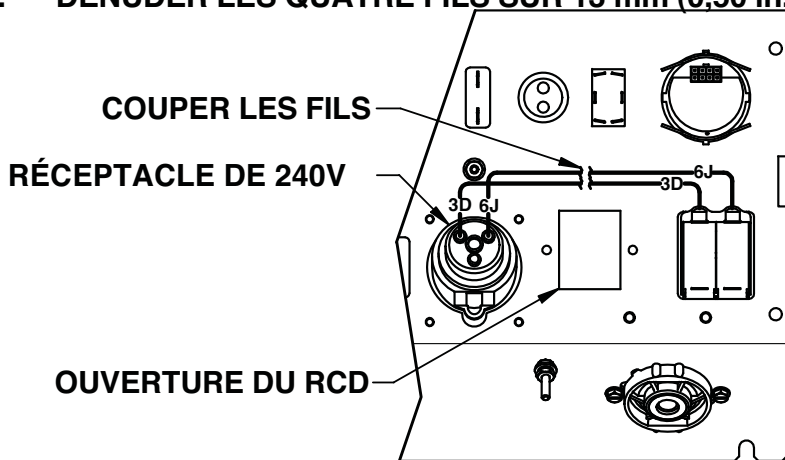

FIGURE 2
4. REPÉRER LES FILS 3D ET 6J. (VOIR LA FIGURE 2). COUPER LES DEUX FILS TEL QU'ILLUSTRÉ